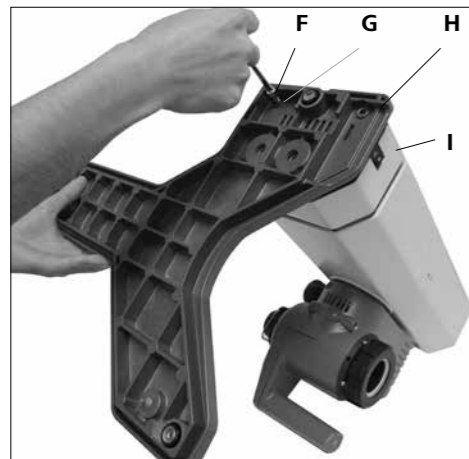

Fig. 7
1.) 安装底座 (Fig. 7)
- 用圆柱螺钉 M6x25 (F) (4x) 和锯齿垫圈 M6 (G) (4x) 将底座 (H) 固定在升降系统 (I) 上。(Fig. 7)